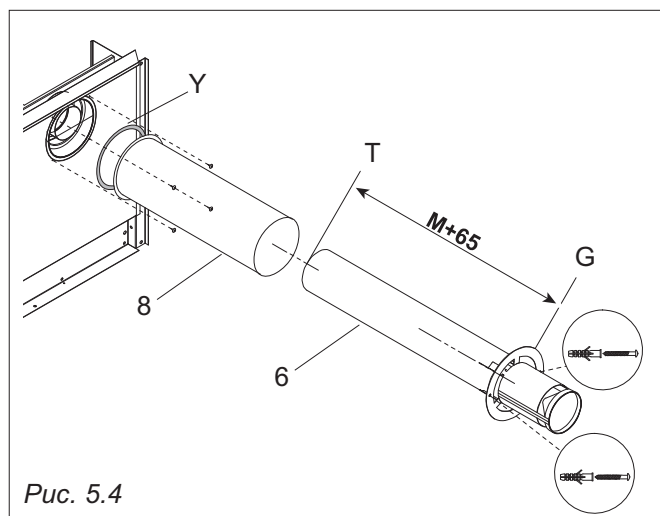

Рис. 5.4
- Отрезать лишний участок дымохода (6) таким образом, чтобы его длина была больше толщины стены (M) на 65 мм, отмеряя от опорного кольца дымохода вытяжки (G) до конца трубы (T), который непосредственно будет соединен с конвектором (см. рис. 5.4).